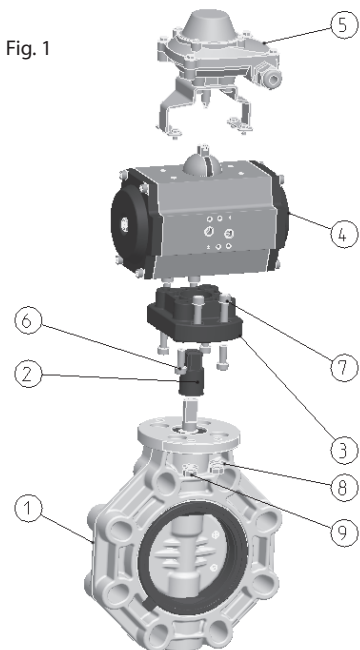

Fig. 1
5. Retirez les vis, les rondelles et les écrous (7, 8 et 9, Fig.1).
7. Retirez les vis (6) afin de démonter l'actionneur de la pince de montage.
8. Si l'actionneur doit être remplacé par un bouton indicateur, démontez également la douille d'accouplement (4 Fig.1).